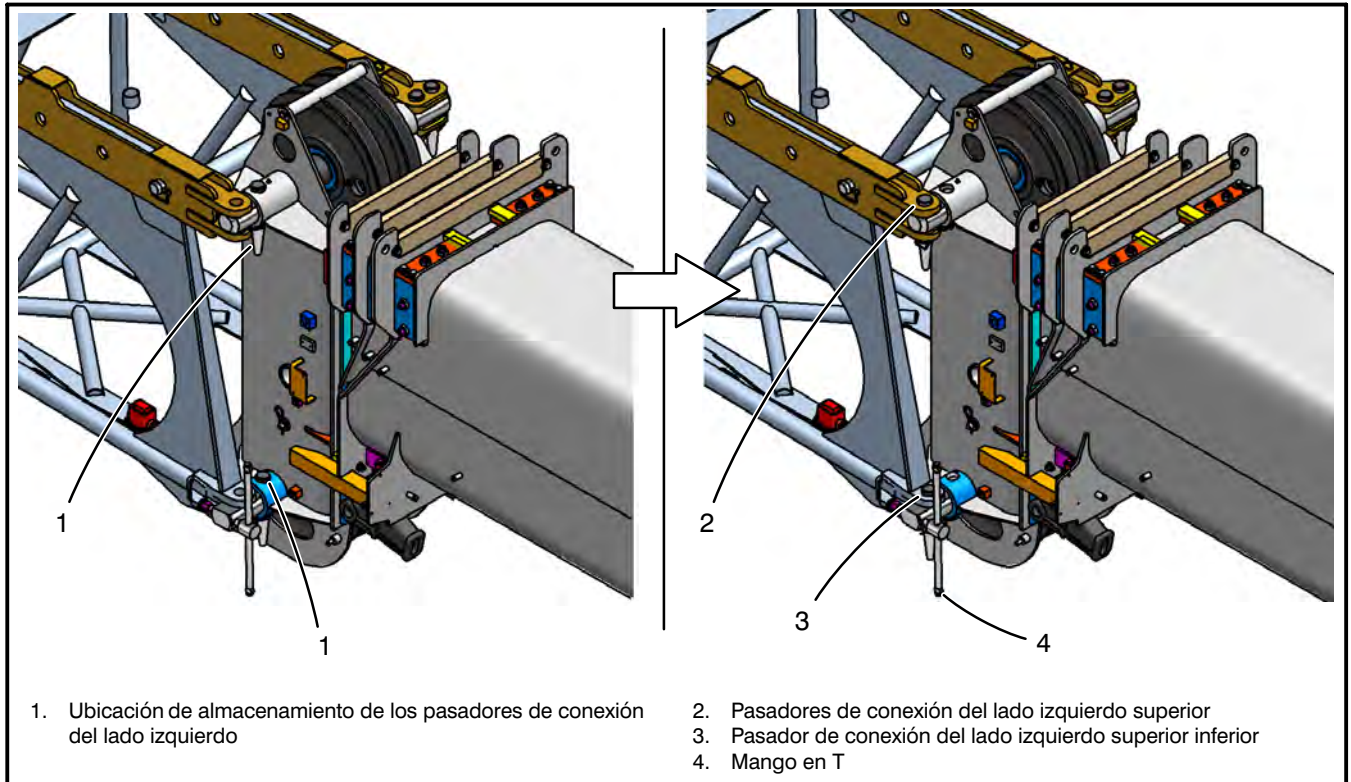

Figura 4–19
15. Extraiga los dos pasadores de conexión del plumín de la ubicación de almacenamiento (1) en los ejes transversales de la maquinaria de la cabeza de la pluma, en el lado izquierdo de la pluma. Consulte la Figura 4–19. Instale un pasador a través de la orejeta superior del plumín (2) en el lado izquierdo de la pluma. Gire el mango en T (4) para empujar y alinear la orejeta del plumín izquierda inferior con el eje transversal de la cabeza de la pluma inferior. Instale el pasador de conexión del plumín izquierdo inferior (3). (Instale los pasadores con la cabeza arriba y el soporte abajo). Instale los soportes de los pasadores. Gire hacia atrás el mango en T hasta